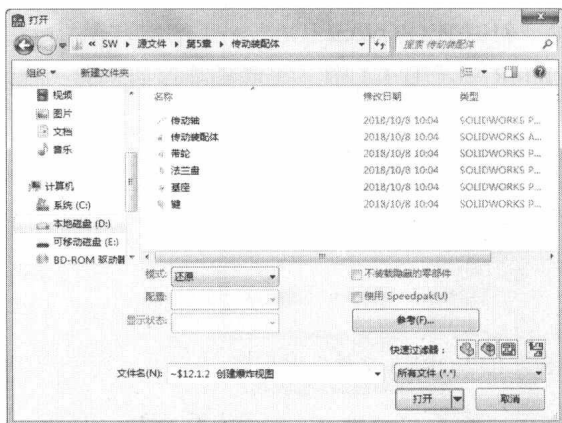

图 1-5 “打开”对话框
① 打开图 1-5 所示的“打开”对话框。在该对话框的“文件类型”下拉列表中选择文件的类型，单击“显示预览窗格”按钮，文件就会显示在“预览”窗口中，但是该文件并不打开。
② 选择文件后，单击“打开”按钮，就可以打开文件，对其进行相应的编辑操作。